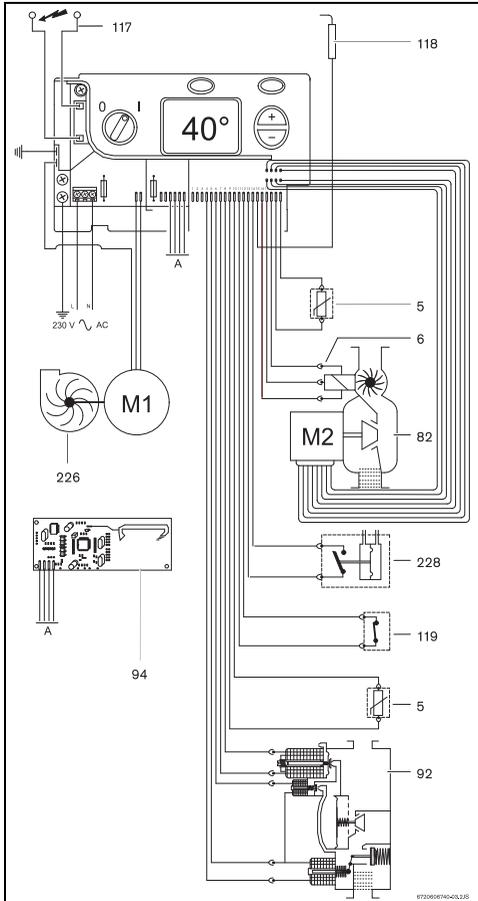

Fig. 2 Esquema eléctrico
Sempre que se abrir uma torneira de água quente, o sensor de caudal de água (Fig 2, [6]) envia um sinal à unidade de comando. Este sinal provoca o seguinte:
- Simultaneamente, dá-se a produção de faíscas e a válvula de gás (Fig 2, [92]) abre.
- O electrodo de ionização (Fig. 2, [118]) supervisiona o estado da chama.